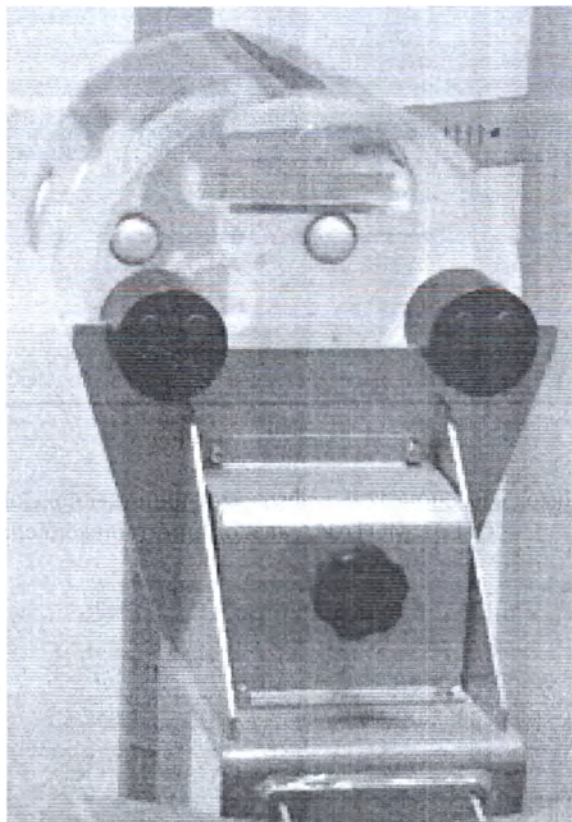

Рисунок 43 Калибровочный фантом
1. Установите калибровочный фантом (см. рис. 43).